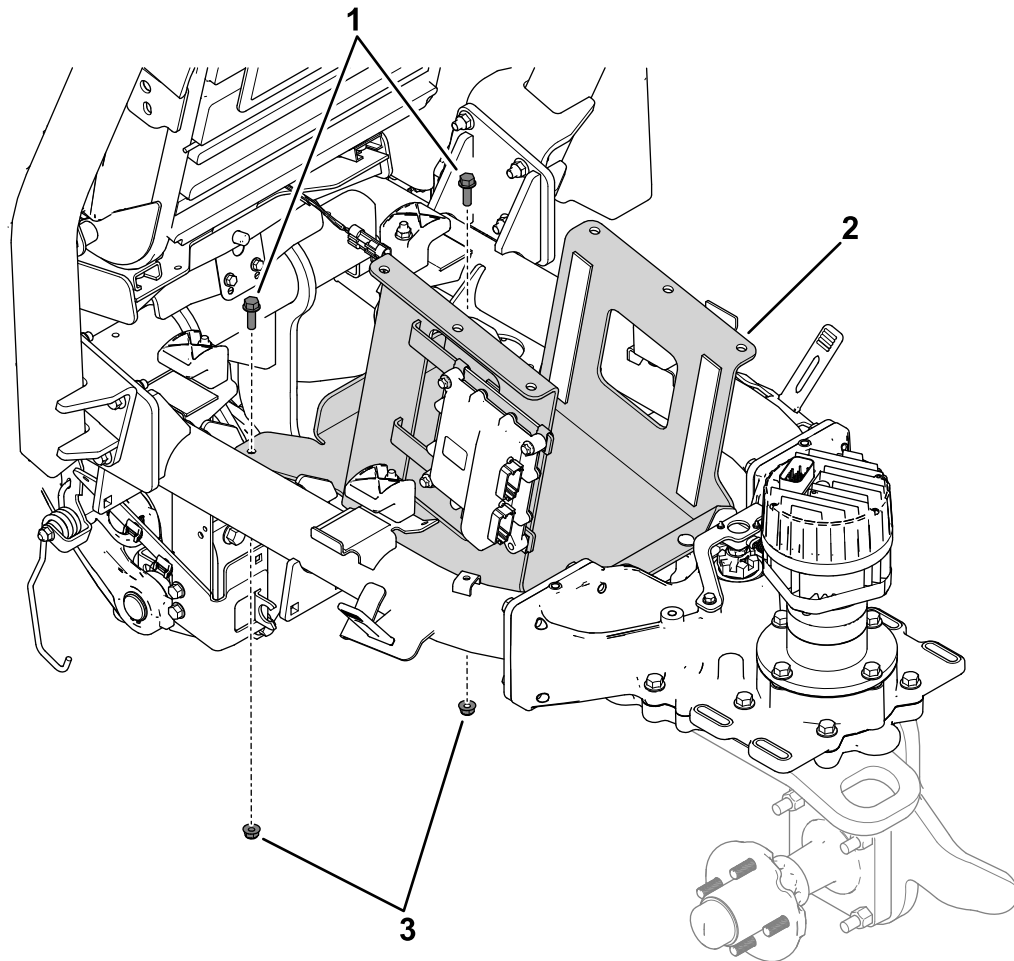

Figure 9
1. Avec 2 boulons à embase (5/16" x 1") et 2 écrous à embase (5/16"), fixez la plaque de montage supérieure au cadre de la machine (Figure 9).